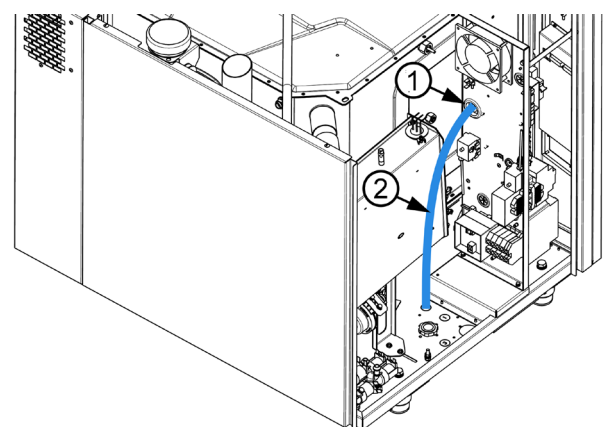

Abbildung 8: Einfädeln des UTP-Kabels durch die Gummitülle
Auf der Elektroplatte des Geräts befindet sich neben der Relaisplatine eine Gummitülle (1). Führen Sie das UTP-Kabel (2) durch diese Tülle (2) ins vorte Teil des Elektroplattes (siehe Abb. 8)